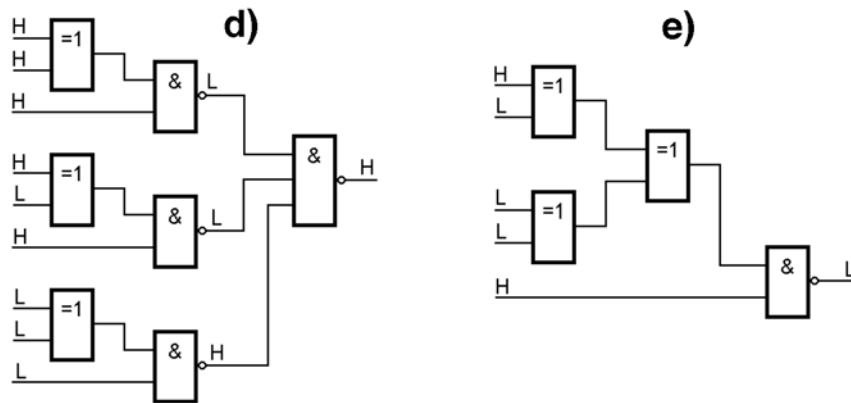

Abb. 12
12. An kombinatorischen Schaltungen messen Sie Signalbelegungen (Abb. 12). Ist das in Ordnung? Tip: Gehen Sie Gatter für Gatter durch und ermitteln Sie so Schritt für Schritt die Werte, die sich bei ordnungsgemäßer Funktion ergeben müßten.